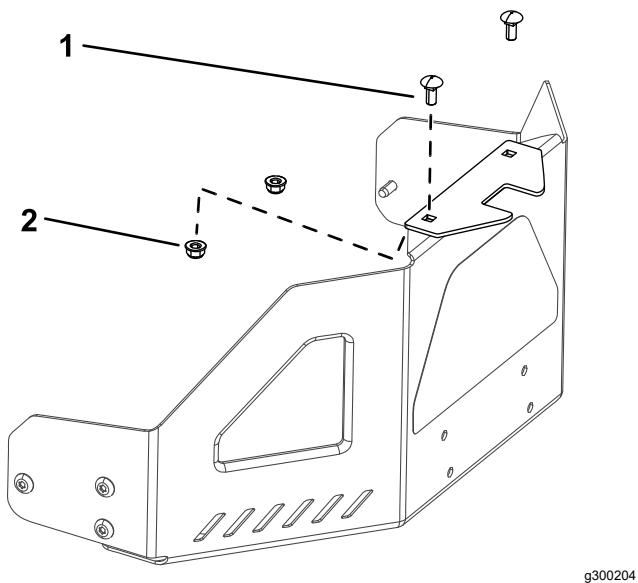

図5
- エンジンガードにスタビライザブラケットを取り付けるキャリッジボルト 5/16 x ¾" 2本とロックナット 5/16" 2個を使用する図5。